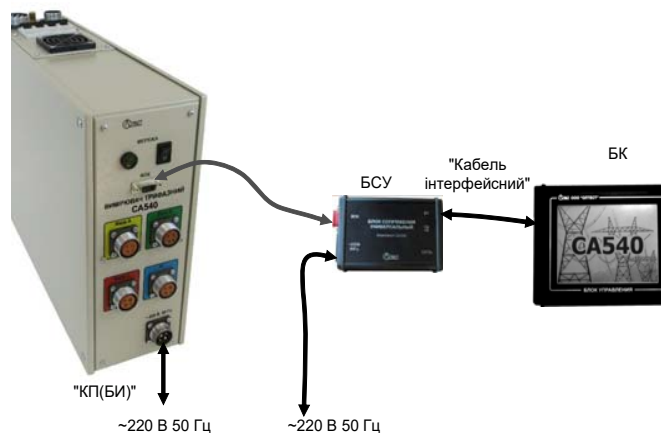

Рисунок 6.1
- 1) Підключити БК до Вимірювача (рисунок 6.1).